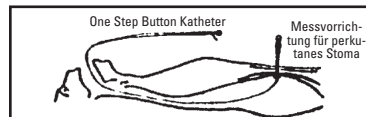

Abbildung 1
- Den One Step Button Katheter über den Führungsdraht schieben, der aus dem Mund des Patienten herausragt (Abbildung 1).